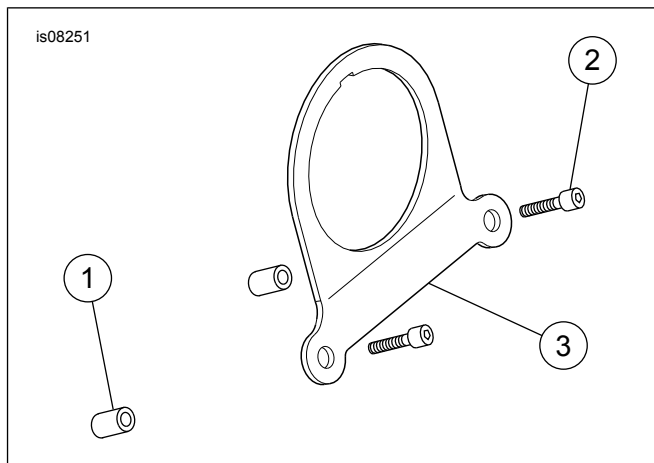

Figure 1. Pièces de rechange
Voir Figure 1 et Tableau 3.
1. Voir Figure 1. Retirer les deux vis de bride de guidon qui sont les plus éloignées du conducteur.
2. Placer les entretoises (1) dans les suralésages vides de vis de bride.
3. Attacher sans serrer le support du mini compte-tours (3) sur la bride de guidon avec les vis à capuchon (2).